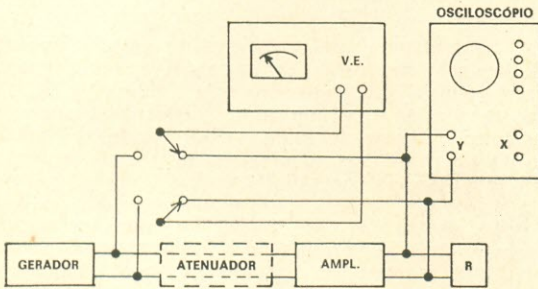

FIG. 1 — Interligação dos equipamentos necessários à verificação do desempenho de um amplificador de áudio com o auxílio do osciloscópio.
A Fig. 1 nos mostra a montagem geralmente utilizada para a verificação dos amplificadores e outros circuitos de áudio. Na extrema esquerda temos um gerador de baixas freqüências, cuja saída está ligada, por um lado, a um voltímetro eletrônico através dos contatos de uma chave inversora dupla e, por outro lado, ao amplificador em prova (eventualmente por intermédio do atenuador representado em linhas pontilhadas). A saída do amplificador está ligada a uma carga apropriada R, à entrada Y do osciloscópio, e também aos dois outros contatos da chave inversora dupla citada acima. A operação desta última nos permite ler na escala do V.E. (voltímetro eletrônico) tanto a saída do gerador como a saída do amplificador.
FIG. 2 — Formas de onda que podem ser produzidas no teste da Fig. 1. (A) Distorção harmônica de cerca de 10%; (B) distorção de terceiro harmônico; (C) achatamento das duas cristas, indicando uma sobrecarga do circuito.